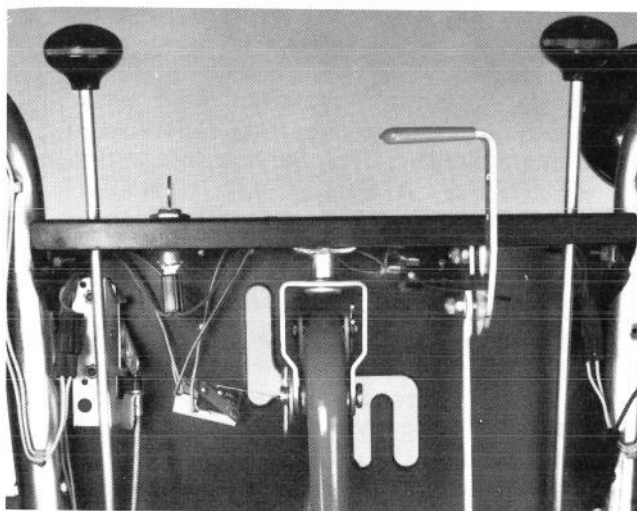

Fig. 31
1. Smør det U-formede beslag under kontrolpanelet med et par dråber olie (Fig. 31). Tør overflødig olie af.